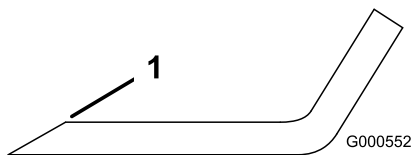
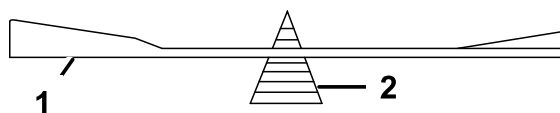

Figure 51
Figure 52
1. Au moyen d'une lime, aiguissez les tranchants aux deux extrémités de la lame (Figure 51). Veillez à conserver l'angle de coupe d'origine. Limez la même quantité de métal sur chacun des deux tranchants pour ne pas déséquilibrer la lame.
2. Vérifiez l'équilibre de la lame en la plaçant sur un équilibreur (Figure 52). Si la lame reste horizontale, elle est équilibrée et peut être utilisée. Si la lame est déséquilibrée, limez un peu l'extrémité de la partie relevée seulement (Figure 51). Répétez cette procédure jusqu'à ce que la lame soit équilibrée.